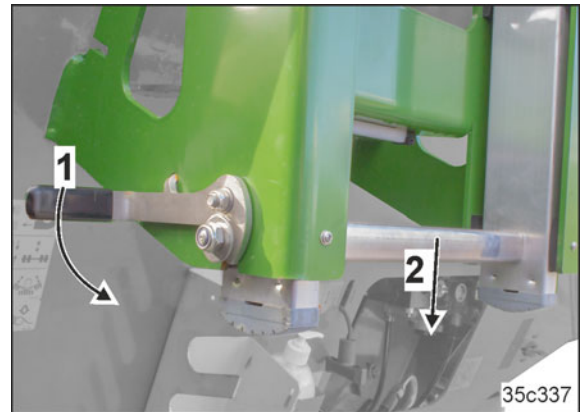

Bild 220
1. Använd spaken (Bild 220/1) och lossa stegen.
2. Dra stegen nedåt (Bild 220/2).